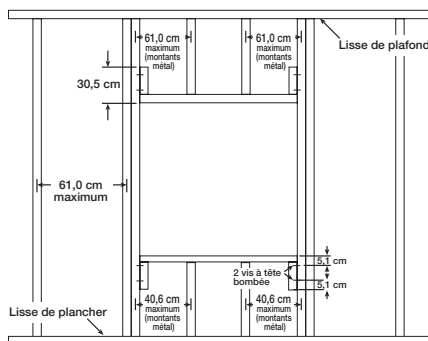

Figure 4 — Fixation du parement
- b. Fixer les plaques de parement de plâtre tous les 30,5 cm (12 po) sur tous les montants et lisses qui entourent l'ouverture. Voir la Figure 4.